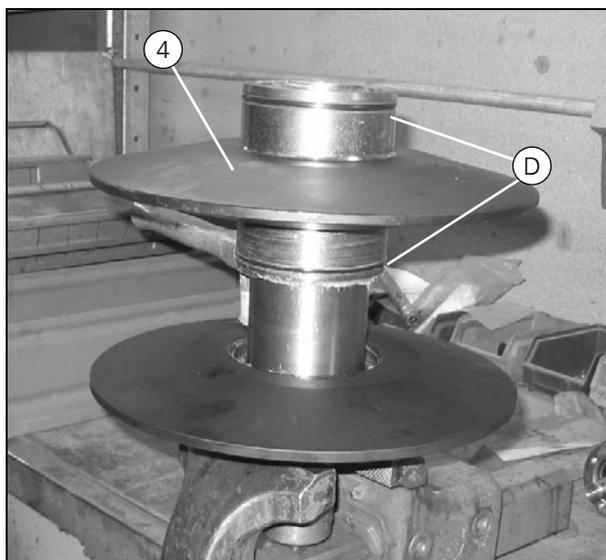

Рисунок 59
Тщательно очистите детали и, при необходимости, зачистите их тонкой наждачной бумагой. Установите новые уплотняющие кольца (D) (Рис. 59) и очистите все резьбовые отверстия сжатым воздухом. Уделите особое внимание чистоте масляной канавки в подшипниковом корпусе, используемой для смазки подвижных деталей. Перед сборкой смажьте все поверхности скольжения.
7. Выполните сборку и установку вариатора в соответствии с пунктами 1 – 5. Затяните болты (E) крест-накрест моментом 23 Нм.